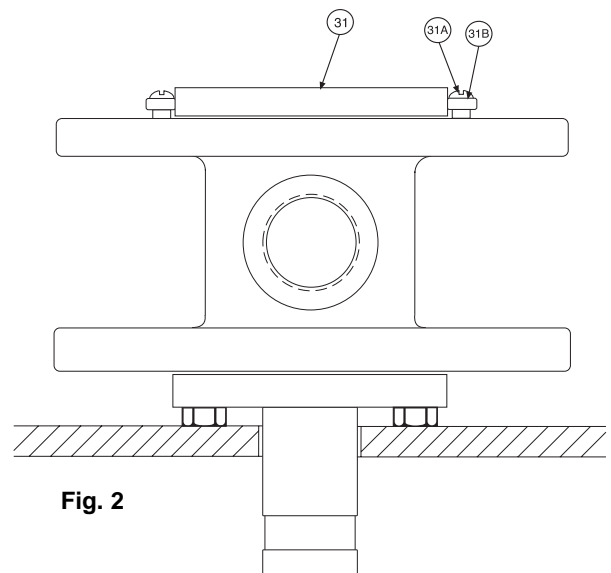

Fig. 2
Zet de afdichting nu recht overeind (zie Fig. 2) met de nippel (4) in een stuk pijp of een gat in de werkbank. In deze positie zal de behuizing van de afdichting rusten op de slijtplaat (16).